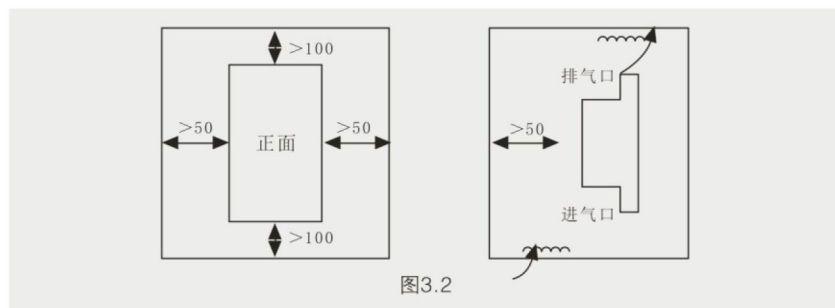

图3.2
- ① 一定要将软起动器安装在垂直方向，请勿倒置，应使用螺钉安装在牢固的结构上。
- ② 软起动器运行时会产生热量，为确保流动空气的通路，应如图3.2所示。设计留有一定的空间。产生热量向上散发，所以不要安装在不耐热设备的下方。
- ③ 主回路采用上进下出，导线应保证足够的电流承载能力。